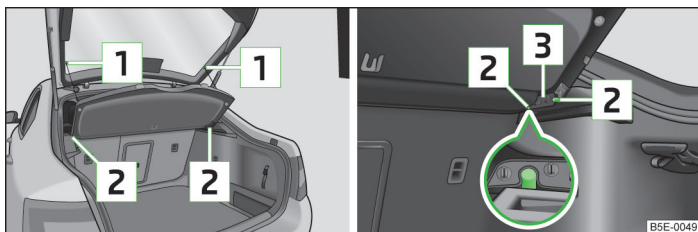

Fig. 84 Demontarea / montarea măștii de acoperire a portbagajului
- Desprindeți benzile de susținere **1** » fig. 84.
- Poziționați elementele de prindere ale capacului **3** » fig. 84 peste elementele de susținere **2** pe capitonajul lateral.
- Elementele de prindere ale capacului **3** » fig. 84 trebuie să fie fixate în elementele de susținere ale capitonajului lateral **2**.